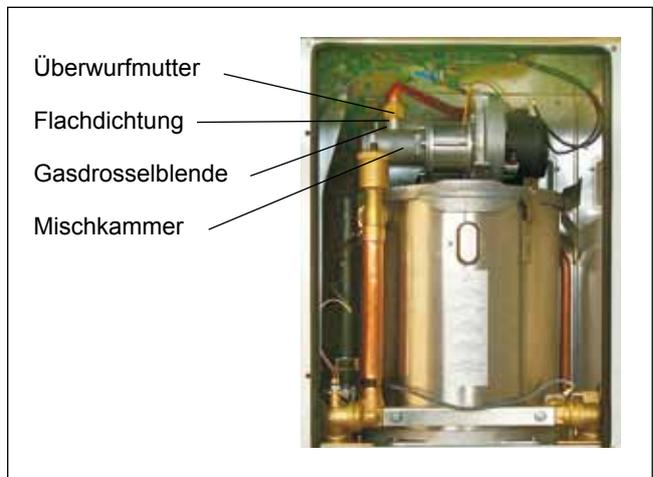

Bild 2: Bauteile
- Lösen Sie die Überwurfmutter an der Mischkammer, und entnehmen Sie ggf. die Gasdrosselblende, **Bild 2**.